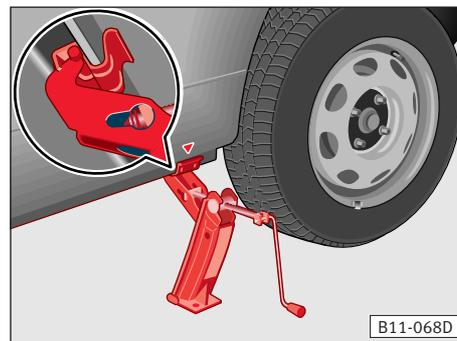

Fig. 142
La fig. 142 mostra il martinetto applicato sul lato posteriore sinistro.
– La staffa del martinetto deve afferrare la cresta verticale della longherina inferiore, affinché il martinetto nel sollevare il veicolo non possa scivolare ⇒ fig. 142.